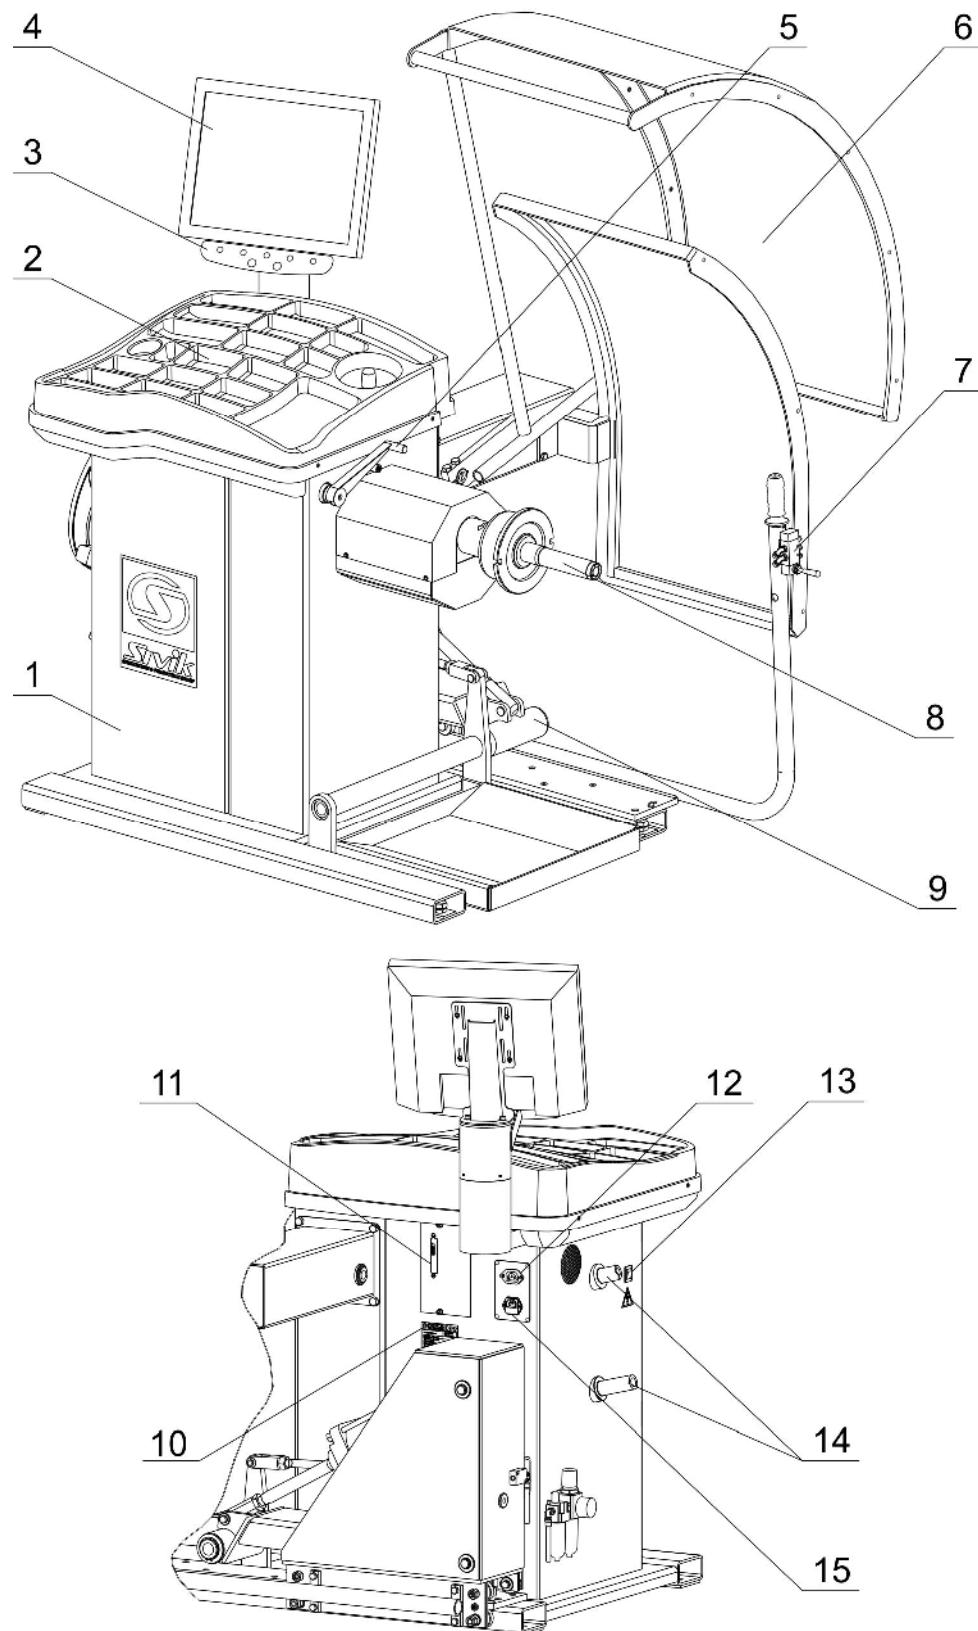

Рисунок 4.1 – Внешний вид станка
4.2.11 Подключить сетевой кабель к гнезду станка 12, расположенному на задней панели корпуса станка (рисунок 4.1), и к питающей сети, оборудованной розеткой с контактом заземления.
① Подключение станка и монитора к розетке без контакта заземления опасно для персонала и может привести к неточным измерениям и к поломке станка!